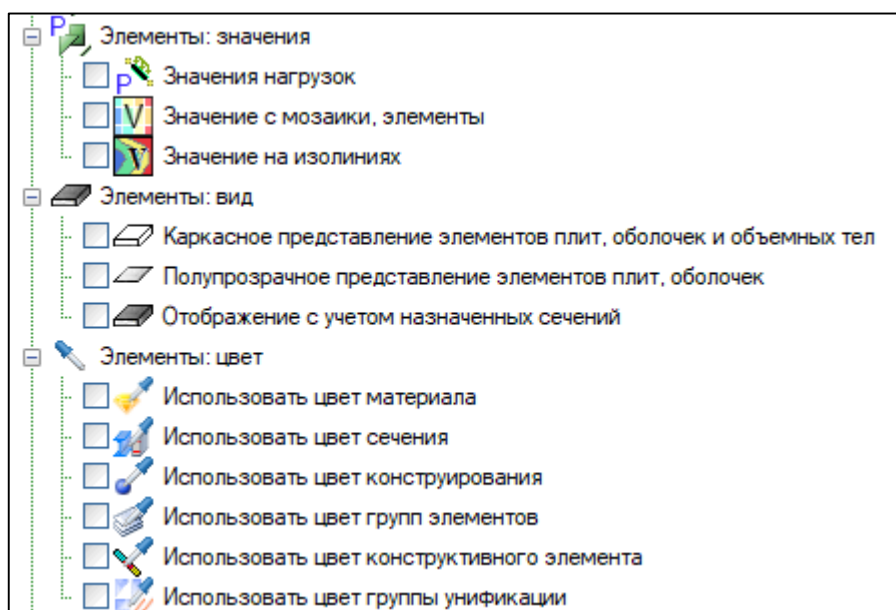

Рис. 2.191
- **Элементы: значения** (рис. 2.191);
- **Элементы: вид** (рис. 2.191);
- **Элементы: цвет** (рис. 2.191);